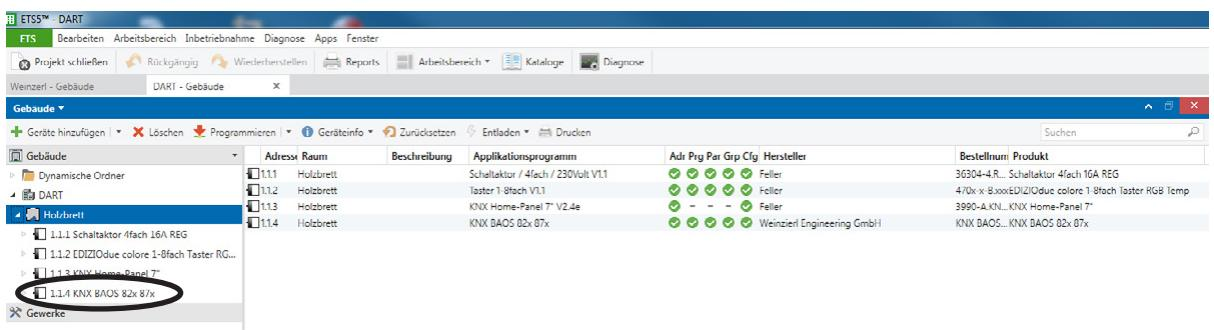

Abb. 4: Beispiel eines bestehenden Projektes
4. Ziehen oder kopieren Sie die Schnittstelle aus dem Projekt MN Option KNX in ihr bestehendes Projekt (siehe Abb. 4).